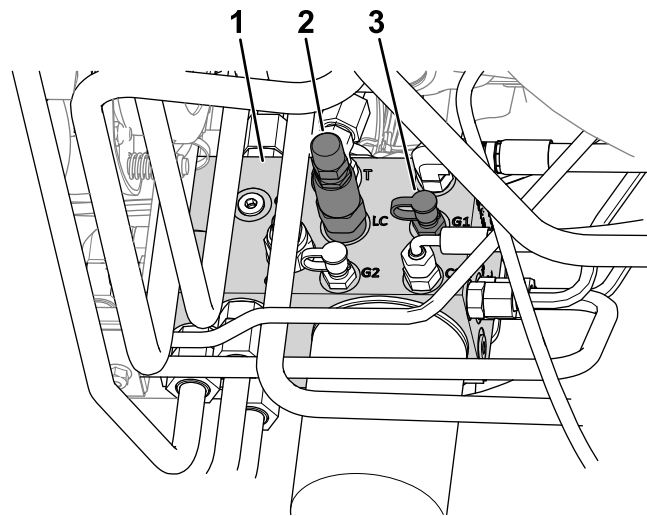

Figura 22
- Conecte un manómetro al punto de prueba (marcado G1; consulte Figura 22).
- Válvula de transferencia de peso (LC)
- En el lateral del distribuidor de elevación, retire el tapón del punto de prueba (marcado G1; consulte Figura 22).
- Afloje la contratuerca del extremo de la válvula de transferencia de peso (marcado LC; consulte Figura 22).